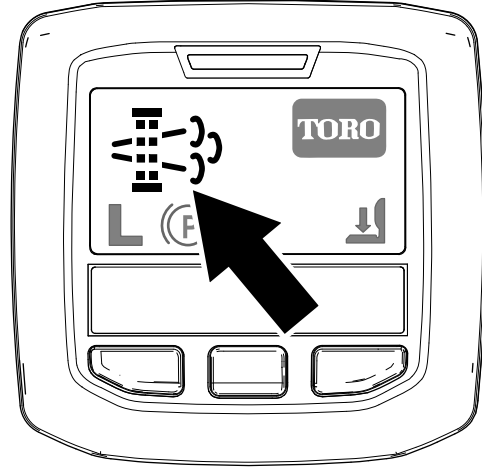

Figure 26
- L'icône de régénération en stationnement s'affiche dans l'InfoCenter (Figure 26).